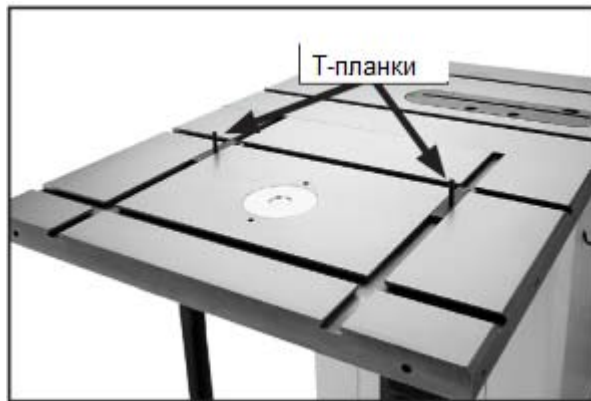

Рис. 6: Установленные Т-образные планки.
8. Продвиньте две Т-образные планки в Т-образные пазы фрезерного стола, см. рис. 6.